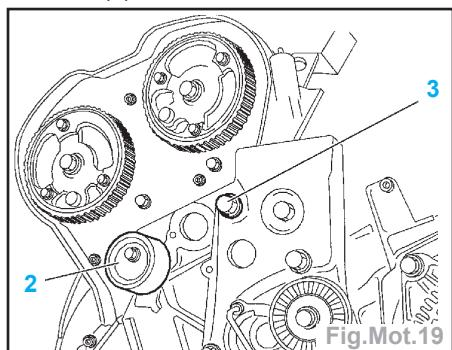

Fig.Mot.19
- Déposer (Fig.Mot.19) :
- le galet tendeur (2),
- la vis (3).